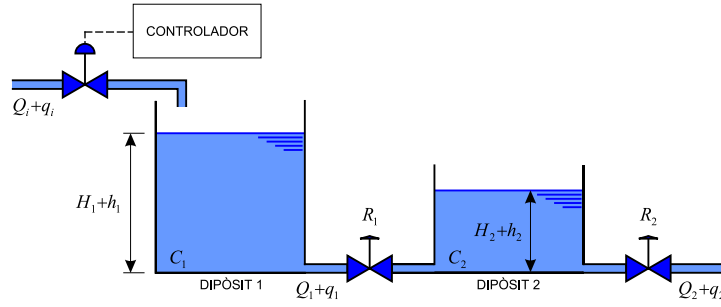

Figura 2-12
**Problema 25** Donat el sistema de dos dipòsits de la Figura 2-12, i considerant que es produeixen canvis petits entorn del punt d'equilibri, determineu la funció de transferència  $\frac{Q_2(s)}{Q_i(s)}$ . Es pot obtenir aquesta funció de transferència com a producte de les funcions de transferència de cada dipòsit per separat? Per què? Obteniu també la funció de transferència de  $\frac{H_1(s)}{Q_i(s)}$ .